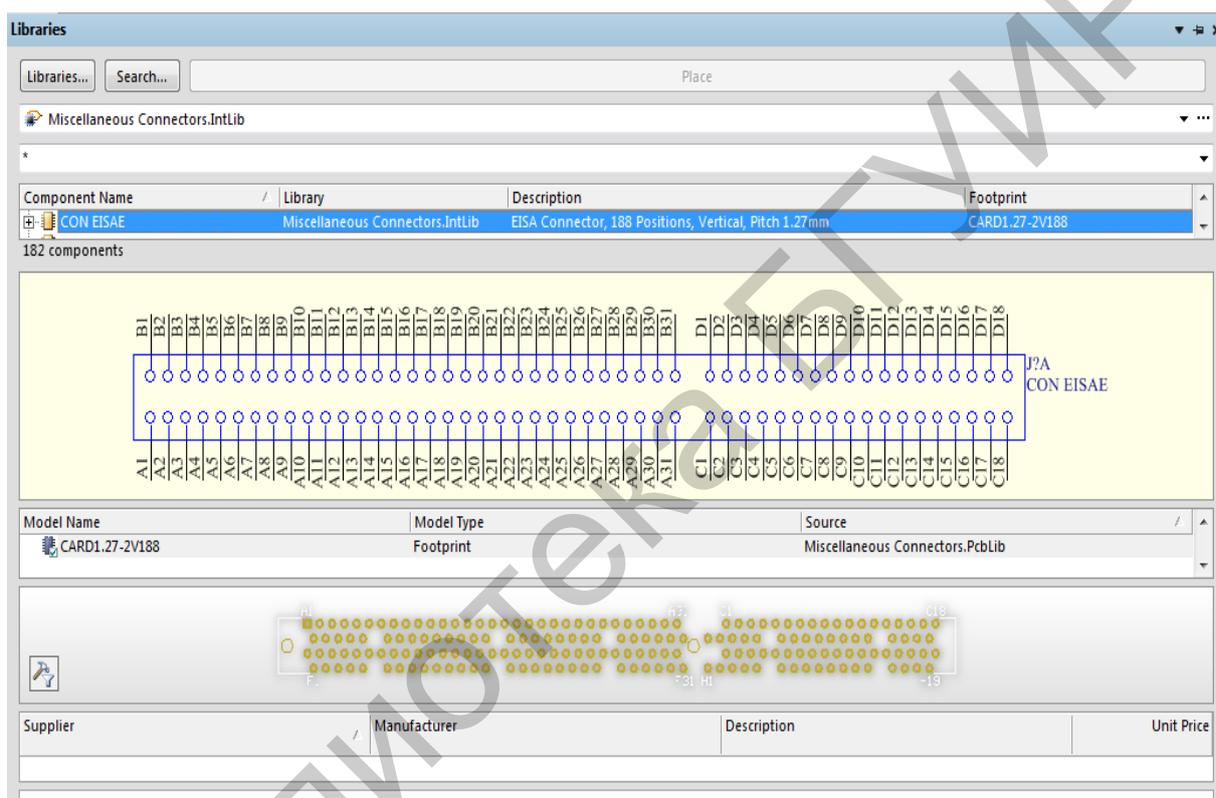

Рис. 28. Плавающая панель Libraries
1. Активизировать закладку Libraries на краю рабочего окна программы или выполнить последовательность команд в главном меню: View>Workspace Panels>System>Libraries. Активизируется плавающая панель Libraries (рис. 28).